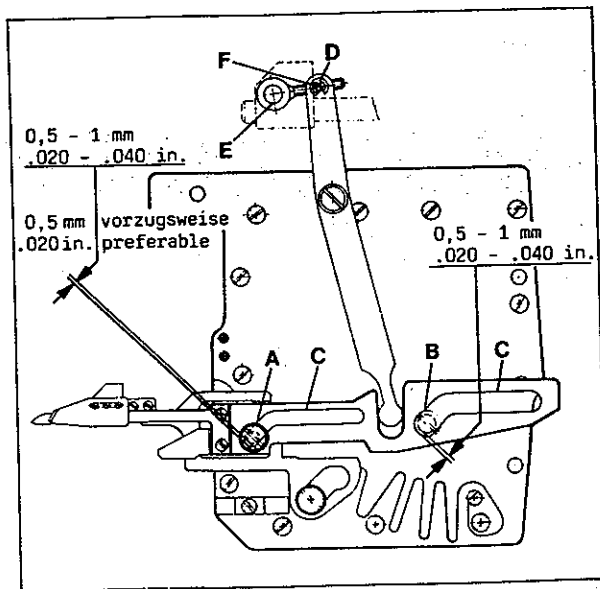

Fig.37
2.1 When the thread trimmer drive is in its home position, the distance between the guide sleeve under screw (A, Fig. 37) as well as between guide washer under screw (B) and the left ends of slots (C) should be 0.5 to 1 mm (.020 to .040 in.) (preferable 0.5 mm (.020 in.)).
2.1 In Ruhestellung des Fadenabschneider-Antriebs soll der Abstand zwischen der Führungshülse unter der Schraube (A, Fig. 37) sowie zwischen der Führungsscheibe unter der Schraube (B) und den linken Enden der Schlitz (C) etwa 0,5 bis 1 mm betragen (vorzugsweise 0,5 mm).